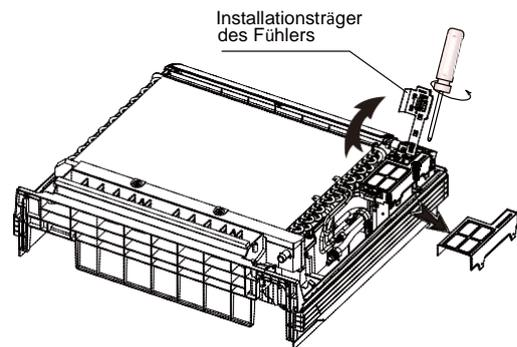

Abb. 50-10
- Drehen Sie den Montageträger des Fühlers zur anderen Seite und nehmen dann die Abdeckung des Schaltkastens ab. (Nehmen Sie den Schaltkasten ab, falls die Leistung 18000btu/h beträgt oder die Netzwerkfunktion verwendet wird.) (Siehe Abb. 50-10)